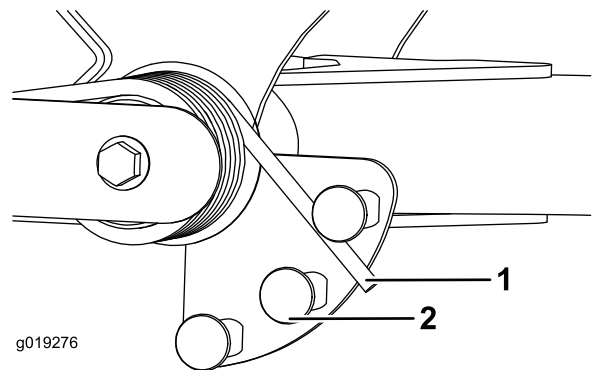

Bild 64
2. Stecken Sie ein Rohr oder ein ähnliches Objekt in das lange Federende und drehen Sie es um den Federaktuator in die gewünschte Stellung (**Bild 64**).